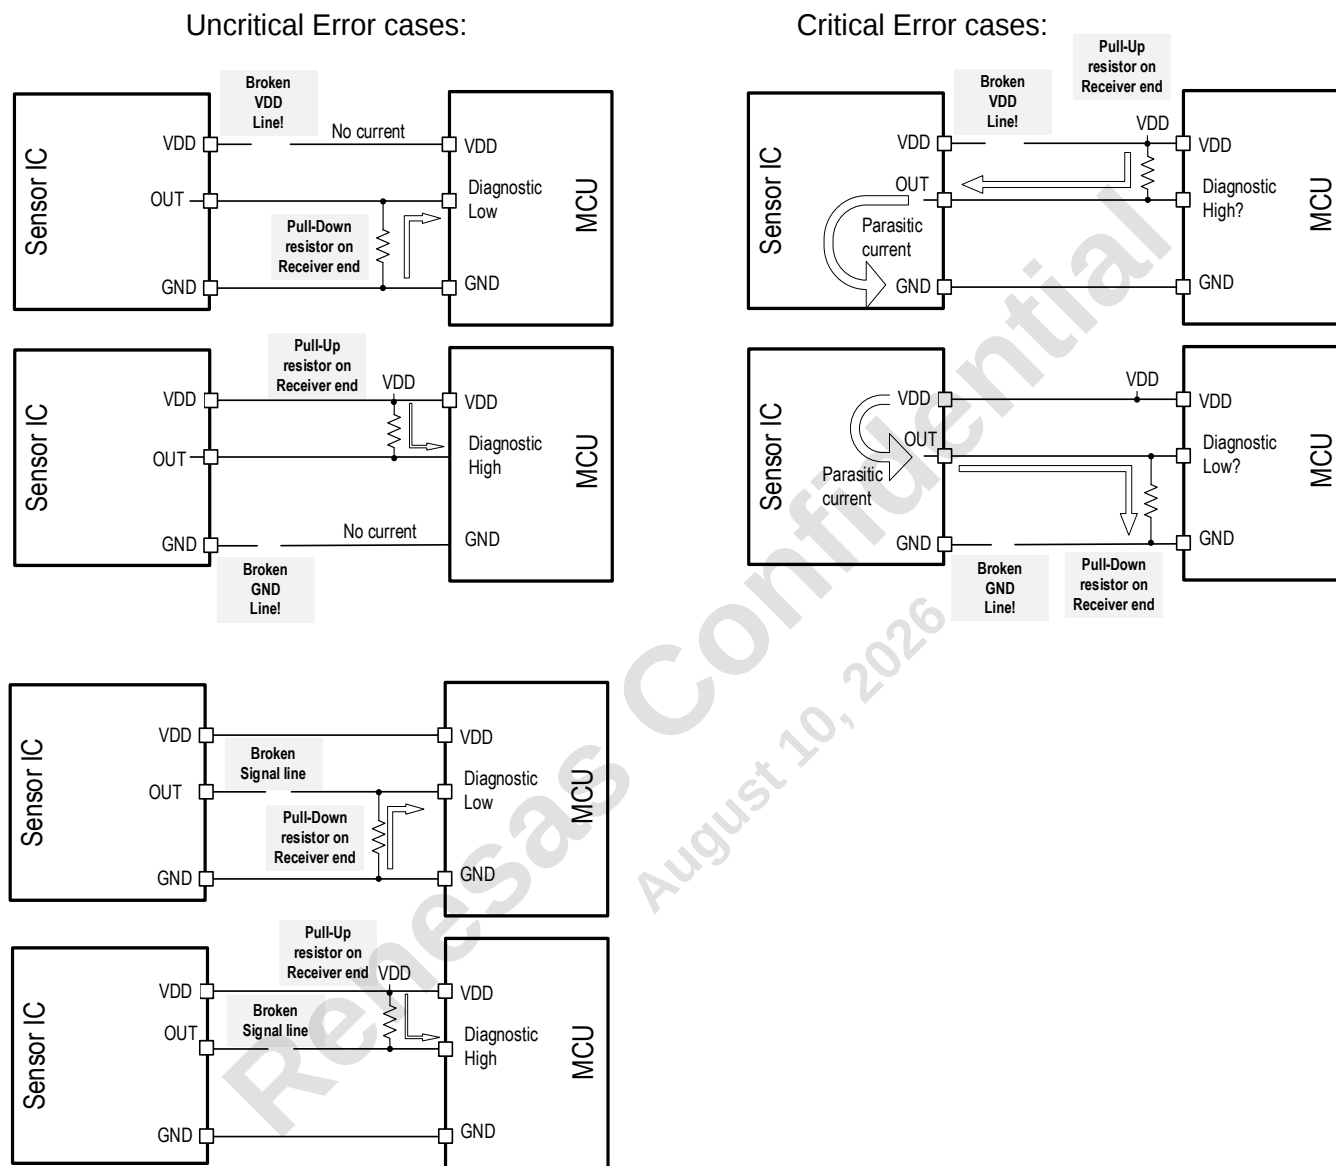
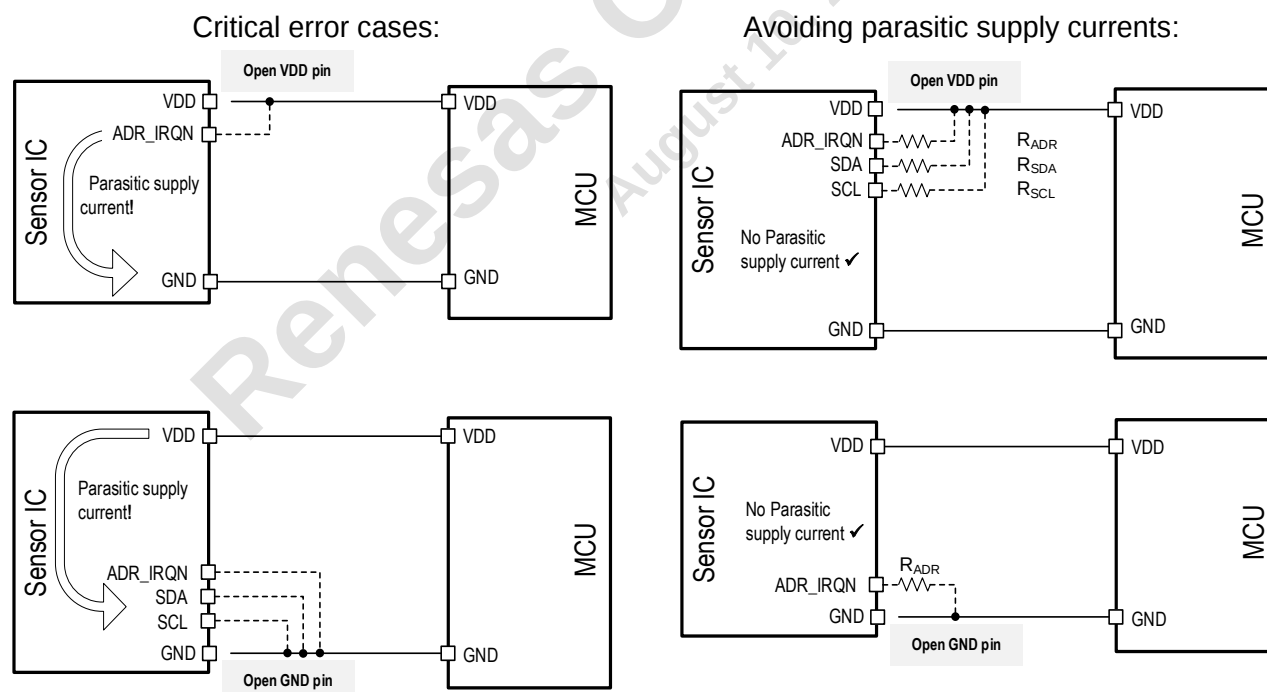

図 25 VDD または GND ラインの断線によるアナログ出力の寄生電流
図 26 ADR_IRQN 端子、SDA 端子、SCL 端子の寄生電流
電源、グランド、またはアナログ出力の断線のほとんどはアナログ出力端子の DC 電圧をモニタすることにより容易に検出可能です。図 25 左列の図を参照してください (OUT は SIN_SCL、SINN、COS_SDA または COSN です)。診断エラーまたは信号線断線の場合、影響を受けた端子の DC 電圧は外付けのプルアップ抵抗またはプルダウン抵抗により診断範囲 (diagnostic high または diagnostic low) へ引き込まれます。
- 受信側に外付けプルアップ抵抗が有る場合の VDD の断線 (図 25 右上の図参照):
- 受信側に外付けプルダウン抵抗が有る場合のグランド配線の断線 (図 25 右下の図参照):
VDD または GND 端子がオープンの場合、ADR_IRQN または SDA、SCL が VDD または GND に直接接続されている場合に寄生電源電流が流れる可能性があります（図 26 の Critical error cases 参照）。このような寄生電源電流を避けるには、図 26 の Avoiding parasitic supply currents に示すように、これらの端子を VDD または GND に抵抗を介して接続します。R_{ADR}、R_{SDA}、R_{SCL} の値は表 14 を参照してください。
p.31 図 15,図 14: SCL の接続変更 p.32 セクション 15.2: 電源電圧の表記を $3.3V \pm 10\%$または $5.0V \pm 10\%$から、$3.3V \pm 0.3V$ または $5.0V \pm 0.5V$ に変更 p.32 セクション 15.3.1: 説明と表の追加 p.32 図 17:抵抗と抵抗値の表記変更 p.33 セクション 15.3.2: 参照する図の変更と表の追加 p.17 図 18:抵抗値の表記変更 p.34 図 19: 抵抗値の表記変更 p.34 図 20: 抵抗値の表記変更 p.36 図 22: 抵抗値の表記変更 p.36 セクション 17: 図 22 の下の注記の修正 p.37 セクション 17.1: 動作電源電圧の記載を $3.3V \pm 10\%$または $5.0V \pm 10\%$から、$3.3V \pm 0.3V$ または $5.0V \pm 0.5V$ に変更 p.37 表 22: Supply voltage range のプログラムオプションの記載を $3.3V \pm 10\%$または $5.0V \pm 10\%$から、$3.3V \pm 0.3V$ または $5.0V \pm 0.5V$ に変更 p.40 セクション 18.2.1.2: 説明文の修正、追加 p.41 図 25: タイトル修正 p.42 表 24: 参照する図の明記 p.42 表 25: 参照する図の明記 p.42 セクション 18.2.1.2:説明文修正 p.42 図 26: 対象端子の追加、抵抗値の表記変更 p.44 表 26: Output buffer failure の Temporary タイプの説明修正、Static タイプの追加 p.45 セクション 18.5: C_T の参照先追加 p.48 セクション 24: 章名、表内の「注文」を「発注」に変更